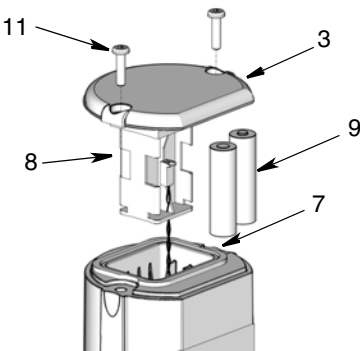

FIG. 9
1. Retirez les deux vis (11) et le couvercle (3) (FIG. 9).
2. Tirez soigneusement le support de piles (8) hors du TLM suffisamment pour installer les piles (FIG. 9).